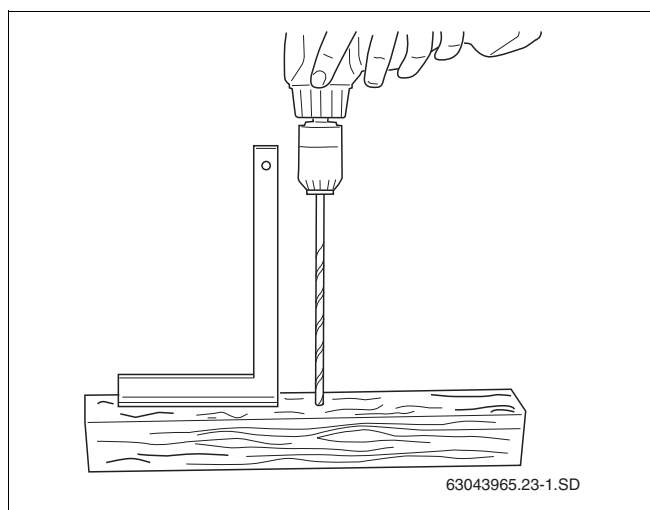

Bild 22 Skapa en bormall
- ▶ Använd en kantribba om ca 0,50 – 1,00 m. Borra ett genomgående hål (Ø 6 mm) lodrätt i kantribban (bild 22).